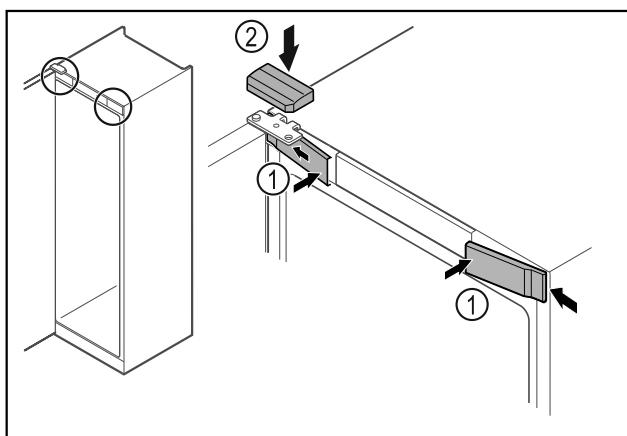

Fig. 66
- Skyv de fremre dekslene Fig. 66 (1) inn på siden, og smekk dem på plass.
- Smekk det øvre dekselet Fig. 66 (2) på plass ovenfra.